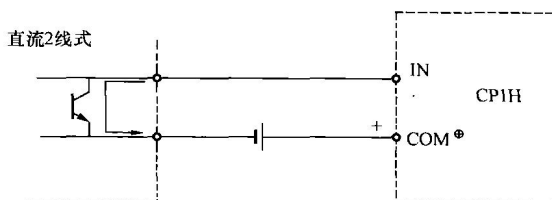

图 1-9 直流 2 线式输入
- 2) 直流 2 线式输入设备及其连接，如图 1-9 所示。